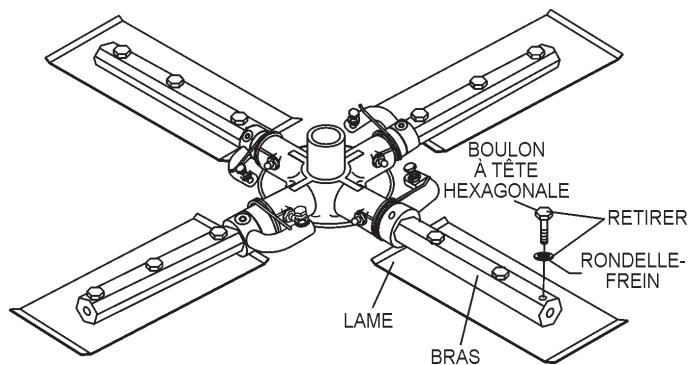

Figure 33. Lames de truelle
1. Retirer les lames de truelle du bras de truelle en retirant les trois boulons à tête hexagonale (figure 33) du bras de truelle. Mettre les lames de côté.